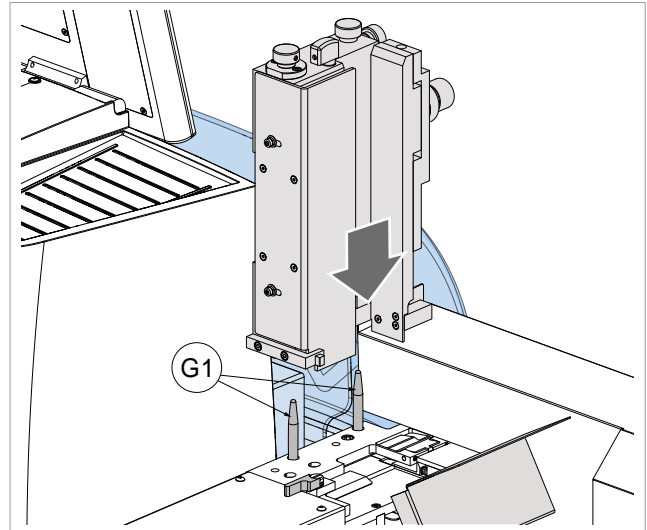

Fig. 37
- 3) Positioneer de bovenlader in de specifieke pinnen (G1) (Fig. 37).